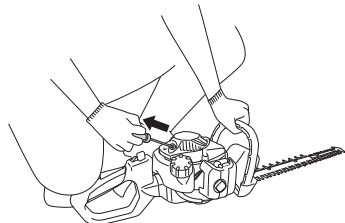

Fig. 6
3. Tirar enérgicamente del arrancador de retroceso y teniendo cuidado de no soltar el mango. (Fig. 6)